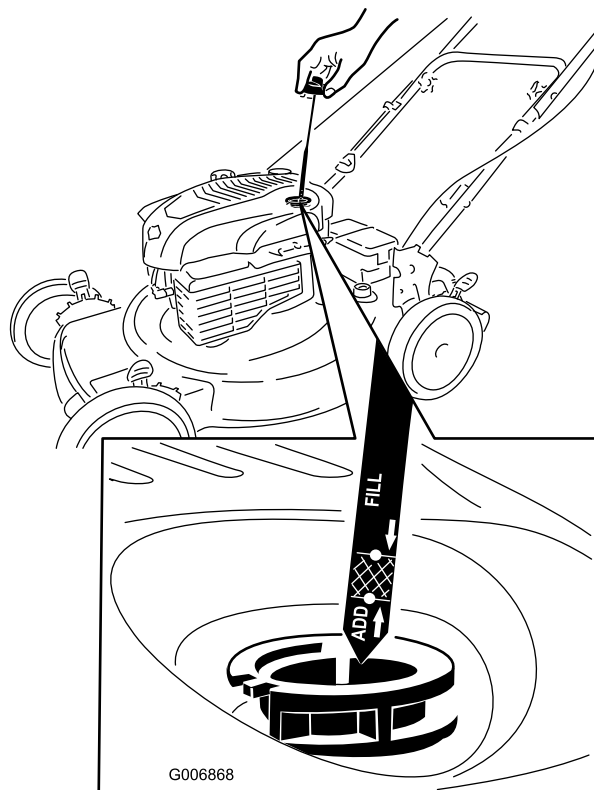

Figure 6
1. Retirez la jauge (Figure 6).
2. Versez de l'huile **lentement** dans le goulot de remplissage pour faire monter le niveau de liquide jusqu'au repère du **plein** (Full) sur la jauge (Figure 6). **Ne remplissez pas excessivement.** (Remplissage